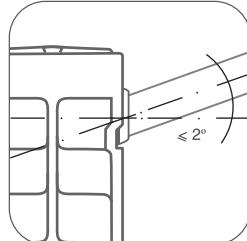

рис. 5
**Во избежании аварии допустимо отклонение оси коллектора радиатора от подводящих труб не более  $2^\circ$  (рис. 5).**